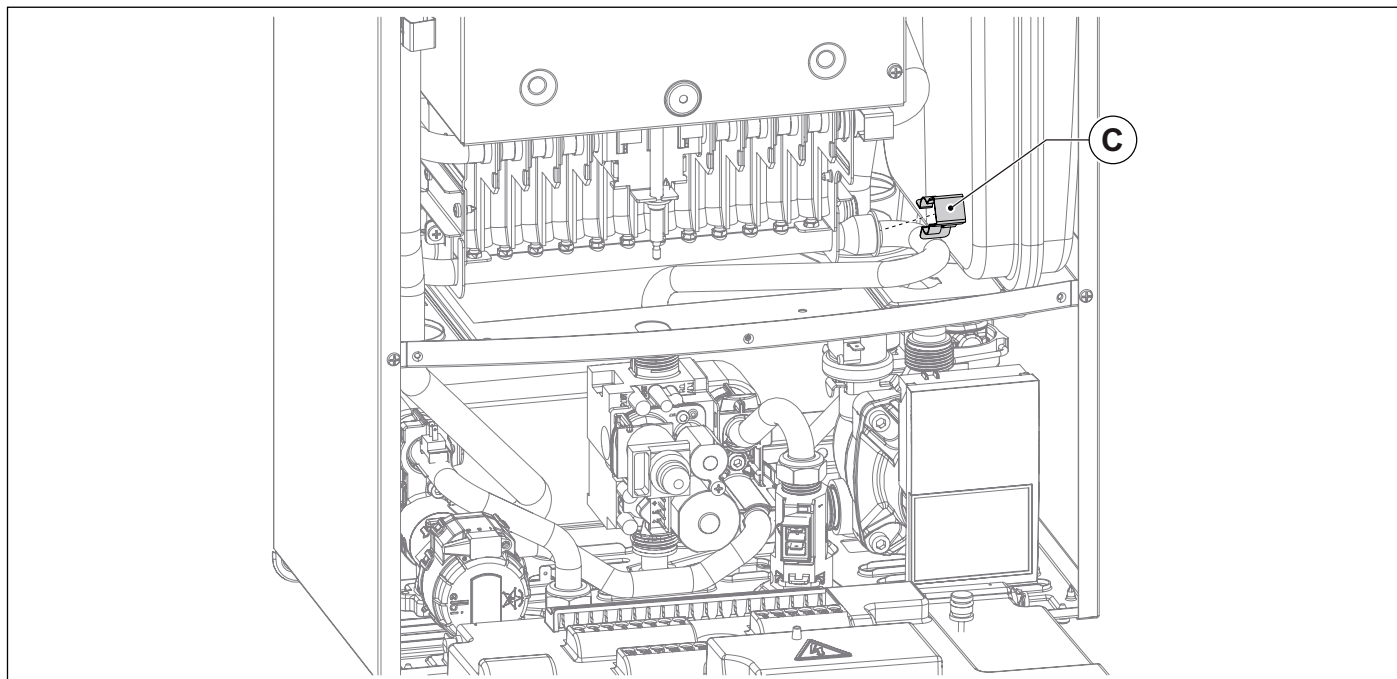

Fig. 14 Mola de conexão rápida
- Remover a mola de conexão rápida **C** que fixa o tubo do gás ao coletor do queimador (ver Fig. 14 Mola de conexão rápida).